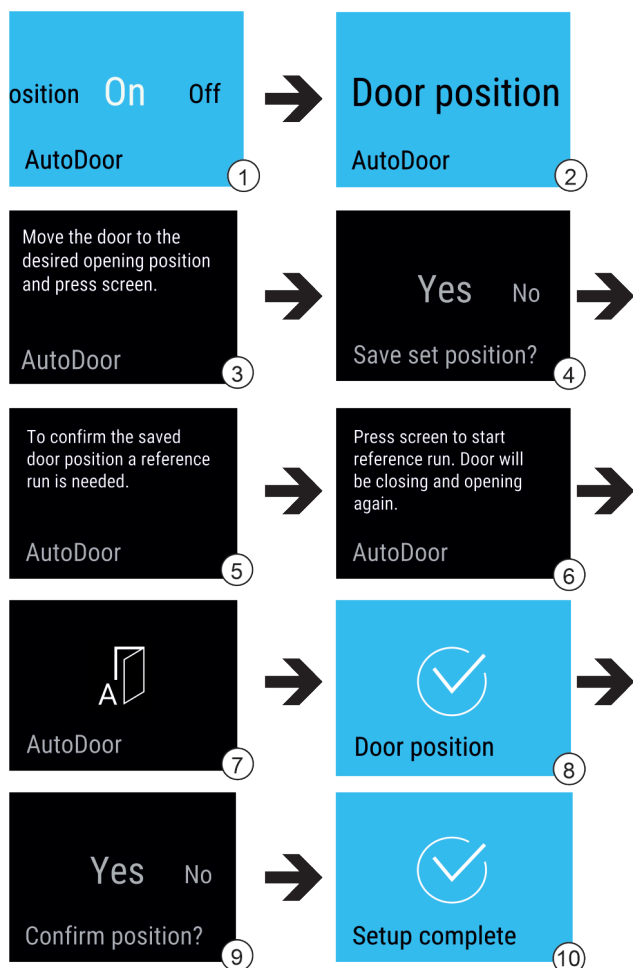

Fig. 14
- ▶ Zvolte funkci AutoDoor. Fig. 14 (1)
- ▶ Přejedte zobrazení na displeji, až se objeví Door position. Fig. 14 (2)
- ▶ Nakonfiguruje úhel otevření dveří: Otevřete dveře alespoň na 70°. Fig. 14 (3)
- ▶ Potvrďte úhel otevření dveří: Klepněte na hlášení na displeji. Fig. 14 (4)
- ▶ Spusťte referenční běh: Klepněte na displej. Fig. 14 (6)
- ▷ Displej bliká. Fig. 14 (7)
- ▷ Referenční běh je úspěšný: Displej na 2 sekundy zmodrá. Fig. 14 (8)
- ▶ Potvrďte úhel otevření dveří. Fig. 14 (9)
- ▷ Displej zmodrá. Fig. 14 (10)